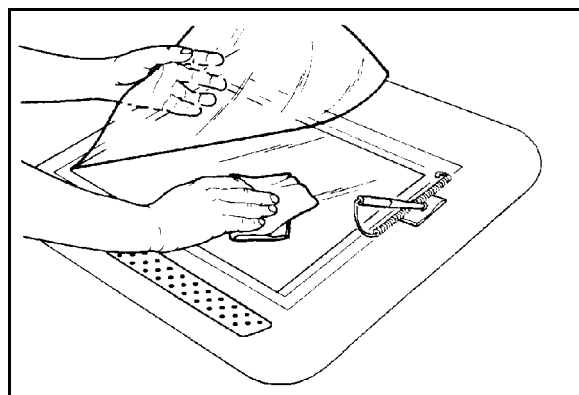

Figura 5: limpar o Painel de edição
- 2 Levante o Revestimento plástico transparente e esfregue a superfície superior do Painel de edição até que esteja limpa e seca, conforme ilustrado na Figura 5.